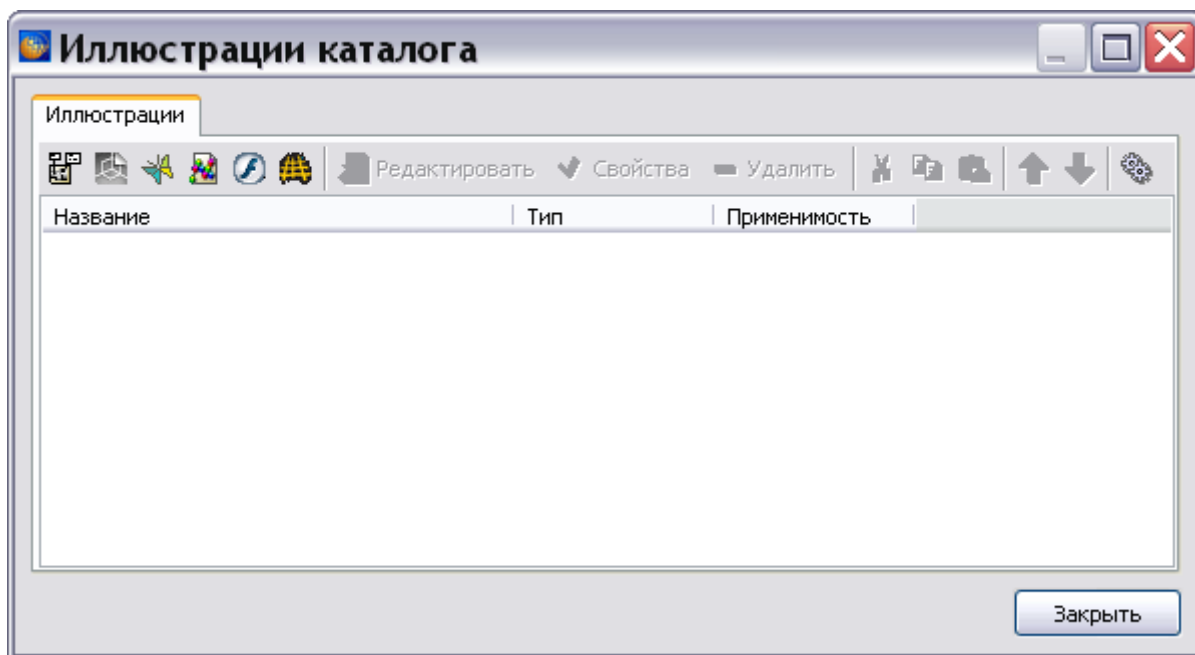

Рис. 6.74
1. В меню **Иллюстрации** выберите пункт **Иллюстрации**. При этом откроется окно **Иллюстрации каталога** (Рис. 6.74).